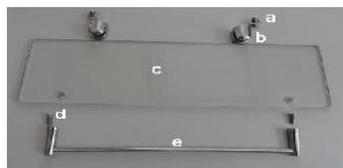

Рис.8
3.1.6. Соберите полку для косметических средств /8/ (рис.8). Для этого с помощью винтов с шайбами и прокладками /a/, входящими в комплект с полкой, прикрепите держатели полки /b/ к задней стенке /5/. На стекло полки /c/ с помощью винтов /d/ установите ограничитель /e/. Вставьте стекло полки /c/ в установленные держатели /b/ и закрепите его с помощью винтов на нижней части держателей.
Если вы приобрели душевую кабину DUNAY 110/26,46, DUNAY 120/26,46, DUNAY 120/90/26,46 то проверьте, как установлены боковые вертикальные профили на задних стенках (рис.8б)..